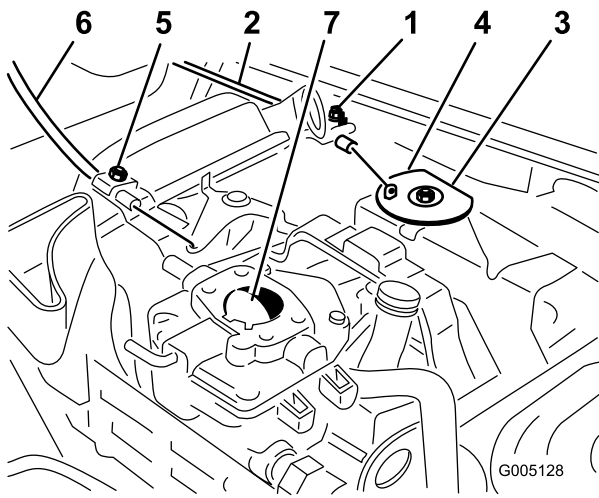

Bild 47
1. Lockern Sie die Klemmschraube des Bowdenzugs, mit der dieser am Motor befestigt ist (Bild 47).
- Ziehen Sie fest am Bowdenzug, bis die Rückseite der Schwenkplatte den Anschlag berührt (Bild 47).
- Lockern Sie die Klemmschraube des Bowdenzugs, mit der dieser am Motor befestigt ist (Bild 47).
- Ziehen Sie fest am Chokezug, bis die Choke-Drosselklappe ganz geschlossen ist; ziehen Sie dann die Klemmschraube des Chokezugs fest (Bild 47).